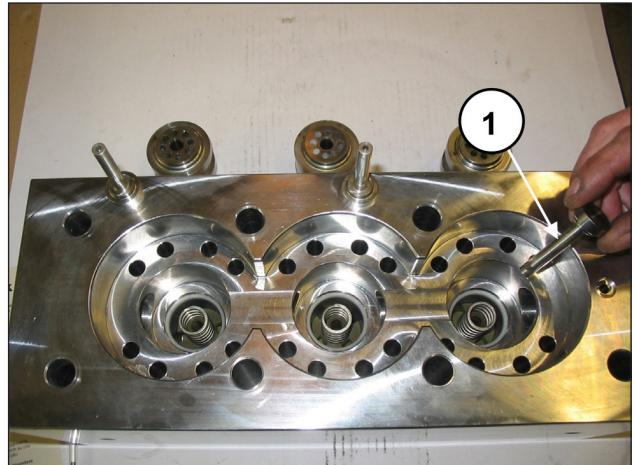
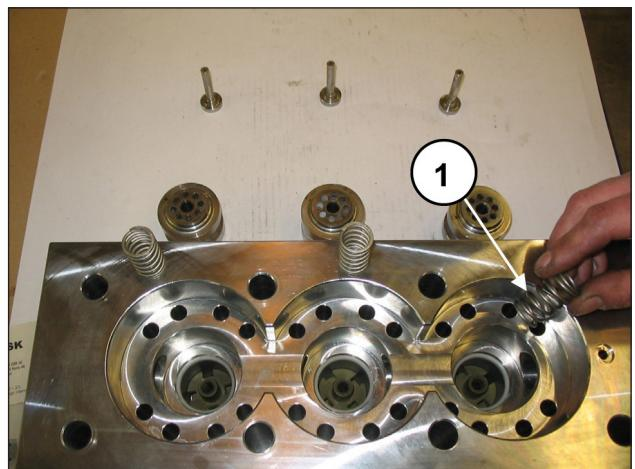
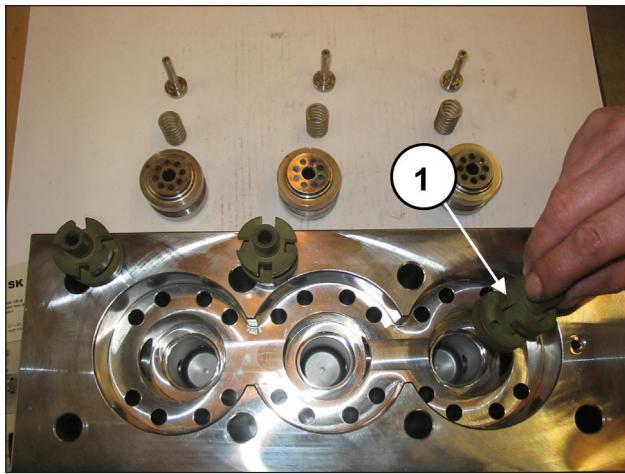

Fig. 104
Fig. 105
Fig. 106
Extraia as placas de fluxo (pos. ①, Fig. 104), e as respectivas guias (pos. ①, Fig. 106), com as respectivas molas (pos. ①, Fig. 105), verifique o seu estado de desgaste e execute, se necessário, eventuais substituições, e se necessário, nos intervalos indicados no capítulo 11 do **Manual de uso e manutenção**.